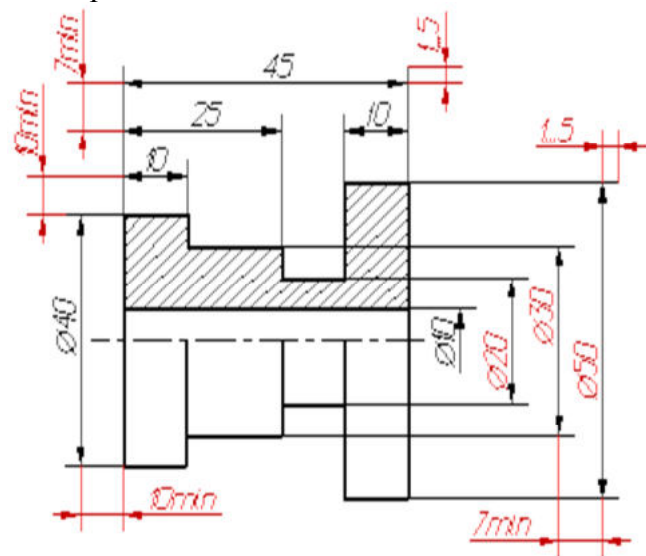

Рис.1.21
24. Размерные линии предпочтительно наносить вне контура изображения, располагая по возможности внутренние и наружные размеры по разные стороны изображения (рис. 1.21). Однако размеры можно нанести внутри контура изображения, если ясность чертежа от этого не пострадает.
25. При нанесении размера диаметра окружности знак Ø является дополнительным средством для пояснения формы предмета или его элементов, представляющих собой поверхность вращения. Этот знак проставляется перед размерным числом диаметра во всех случаях (рис. 1.20а). В ряде случаев, пользуясь этим знаком, можно избежать лишних изображений. Так, применение знака Ø позволило для детали на рис. 1.21 ограничиться одним изображением.